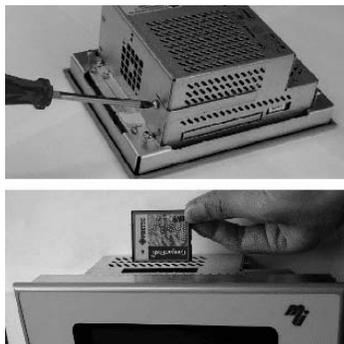

Fig. B-5
3. Desenrosque a tampa (fig. B-5).